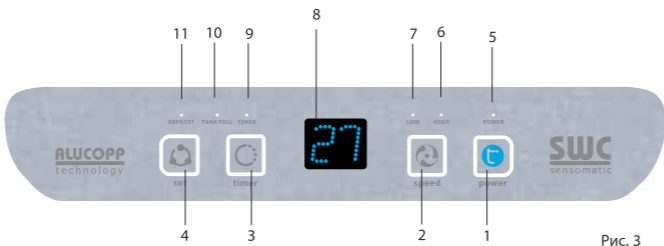

Рис. 3
5. УПРАВЛЕНИЕ ПРИБОРОМ (Рис. 3)